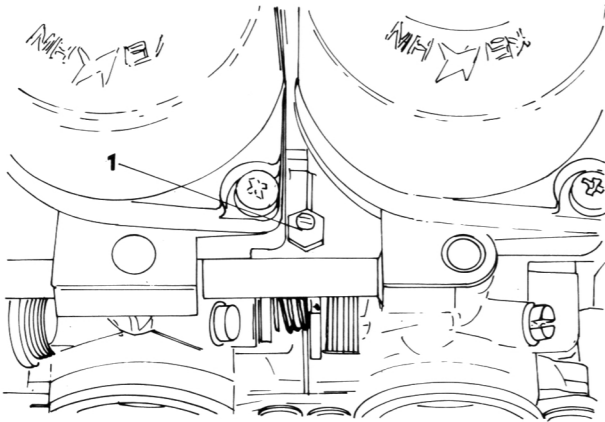

Bild 135
- Die Kontermuttern und Synchronisierungs-Einstellschrauben («1» in Bild 135) mit Hilfe des Vergaserdrossel-Einstellschlüssels lösen, bis keine Spannung mehr zu spüren ist. Die Synchronisie-